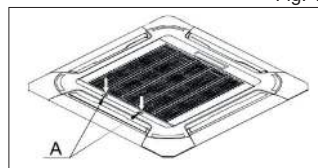

Fig. 1
-Agendo contemporaneamente sulle leve A poste sulla griglia sbloccare la griglia (Fig.1)